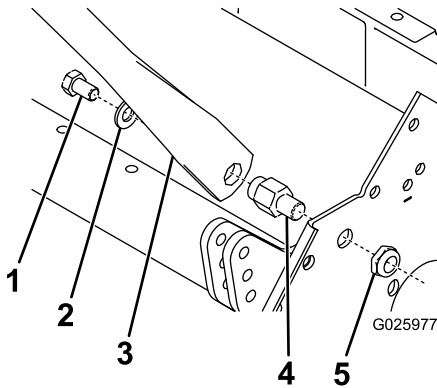

Figura 4
1. Instale o novo conjunto do manípulo na máquina utilizando o parafuso, anilha, pino de montagem do manípulo e porca de cabeça de flange anteriormente removidos (Figura 4).